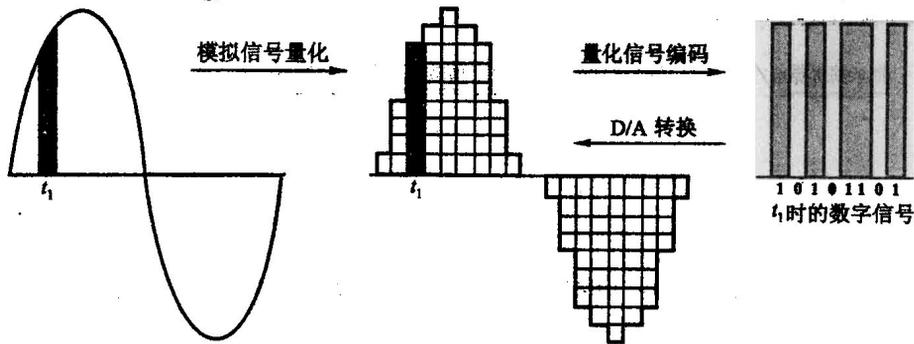

图 1.1 A/D 转换和 D/A 转换
① 取样。取样是指对连续的模拟信号每隔一定的时间间隔进行瞬时取值。如图 1.1 中的  $t_1$ 。
② 量化。量化是把经过取样后落在同一层次的取样值归入同一量值的过程。模拟信号的大小经过取样、量化就转化成了一系列的量化值。
③ 编码。编码就是把每一个量化的值转换为二进制的数表示。例如图 1.1 中,  $t_1$  时刻的模拟值已经转换为 8 位(即 8 bit)二进制数 10110101。可以看出,模拟信号经过取样量化后,其波形变为阶梯波了。